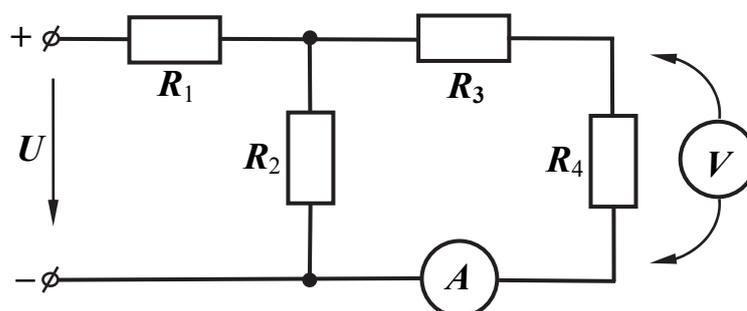

Рис. 8.2
4. Собрать схему электрической цепи (рис. 8.2). Установить на выходе источника питания напряжение  $U = 10...15$  В. Использовать следующие номинальные значения резисторов:  $R_1 = 47...150$  Ом,  $R_2 = 330...680$  Ом,  $R_3 = 150...220$  Ом,  $R_4 = 220...330$  Ом.